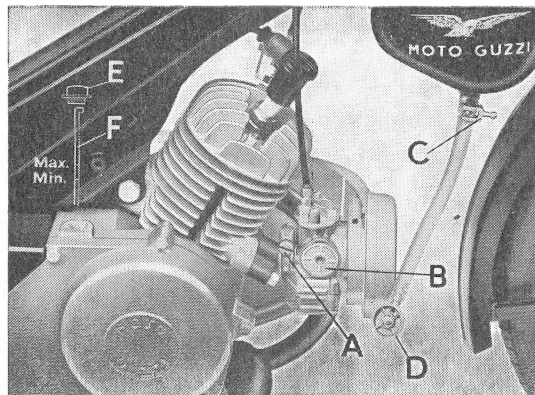
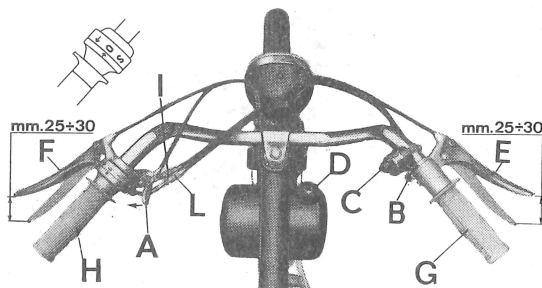
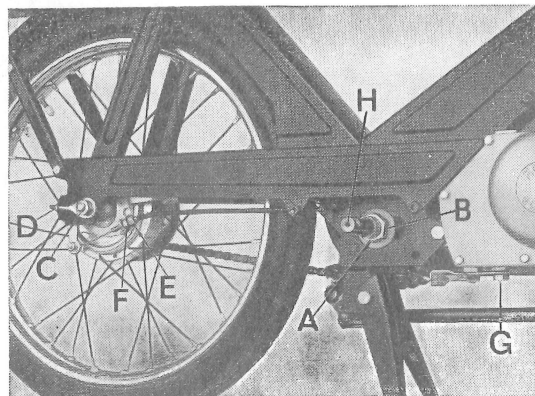

Fig. 6
Fig. 9
Fig. 10
E' montato sotto al serbatoio, sul lato destro (vedere C di fig. 6).
La sostituzione dell'olio va effettuata dopo i primi 500 Km ed in seguito ogni 10.000 Km circa. Per questa operazione, levare il tappo d'immissione (E di fig. 6), il tappo di scarico olio (G di fig. 10) e lasciare scaricare l'olio vecchio: lavare il basamento con petrolio, lasciandolo scolare per bene prima di rimontare il tappo di scarico (G di fig. 10). Immettere poi olio fresco dal foro di immissione; ad operazione ultimata ricordarsi di rimontare il tappo (E di fig. 6).
Controllo livello olio (Vedere fig. 6)
Per l'avviamento, a motore freddo, occorre portare questa levetta in posizione d'avviamento (orizzontale), ritornerà automaticamente nella posizione di marcia, quasi verticale, allorché si ruoterà la manopola comando gas. Per smontare il carburatore dalla pipa d'aspirazione, si dovrà svitare la vite (A) di fig. 6.
(Vedere fig. 6)
Verificare pure che i forellini del tappo (D) di fig. 9 siano liberi.
(Vedere H di fig. 9)
(Vedere fig. 10)
Ricordarsi che per una buona registrazione occorre vi sia un giuoco (misurato all'estremità della leva a mano) di circa mm 25 ÷ 30 prima che le soles dei ceppi vengano a contatto con il tamburo (vedere E di fig. 9).
Per questa registrazione agire sulla vite tendifilo (E) con controdado (F) che si trova sulla trasmissione di comando avvitata al disco porta ceppi (vedere fig. 10). Per una buona registrazione occorre vi sia un giuoco misurato all'estremità della leva di comando sul manubrio (F) di fig. 9 di mm. 25 ÷ 30 prima che le soles dei ceppi vengano a contatto con il tamburo.